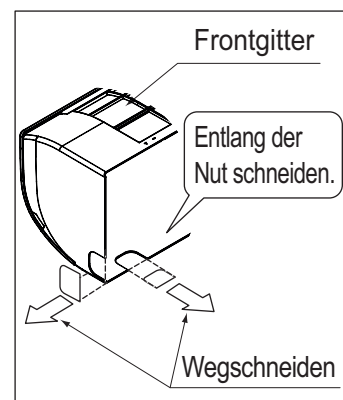

Abb. 4
- Falls Sie die Befestigungsschrauben für die Montageplatte (2) verwenden, befestigen Sie mindestens 4 Schrauben auf jeder Seite (insgesamt 8 Schrauben (Klasse 15-32), 9 Schrauben (Klasse 40-63)) der auf der beiliegenden Papiervorlage für die Installation empfohlenen Installationsquerleisten (3).
(3) Falls Sie die linke, untere linke, rechte oder untere rechte Stelle für die Rohrleitungen verwenden, schneiden Sie eine Rohrleitungs-Durchlassöffnung in das Frontgitter. (Siehe Abb. 4)